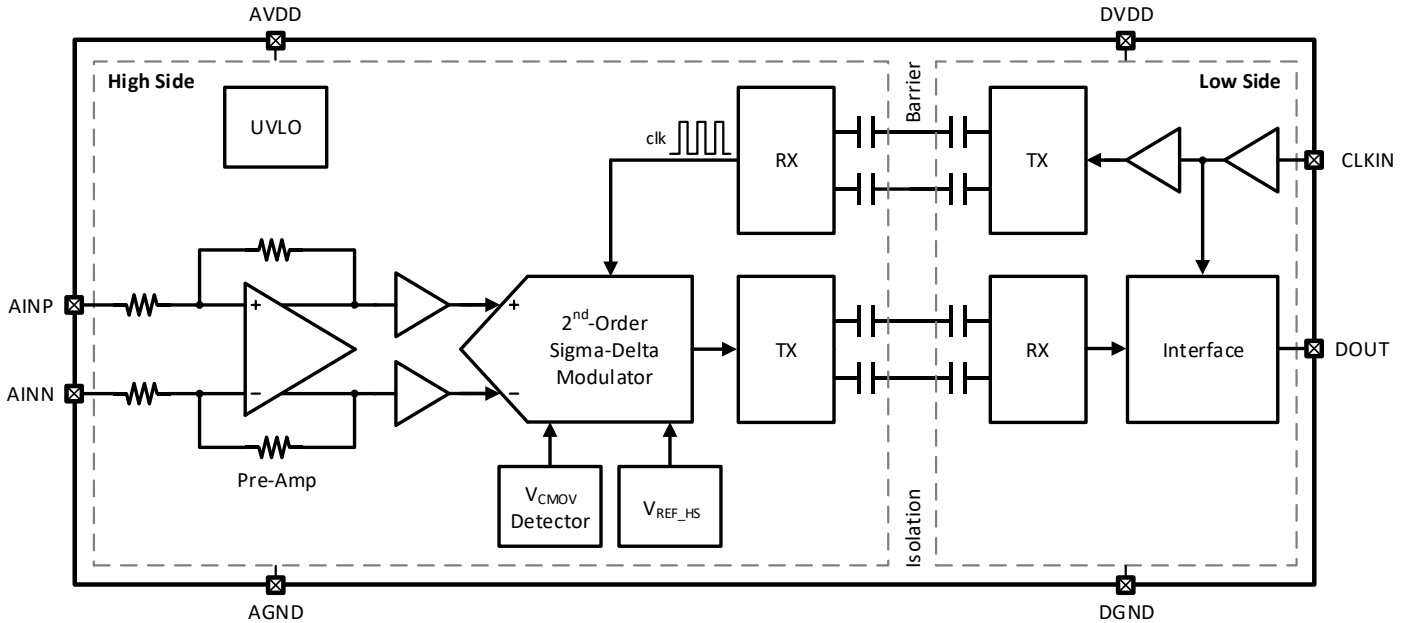

图 8-1 CA-IS1306x 功能框图
CA-IS1306x 器件是一系列为基于分流电阻的电流检测而优化的高精度隔离式 Sigma-Delta ($\Sigma\Delta$) 调制器。功能框图如图 8-1 所示。在高边，全差分运放先对分流电阻上的压降预放大然后驱动二阶 Sigma-Delta ($\Sigma\Delta$) 调制器。该调制器将模拟信号转换成 1 位的数字位流。为了在基于二氧化硅的隔离层的信号传输，数字位流通过使用简单的开关键控 (OOK) 调制方案和高频载波进一步调制。接收机 (RX) 在低边将接收到的调制信号恢复成原始的数字位流。为了整个芯片的同步，外部时钟被发送回高边，确保所有的时钟同源。输出位流与外部时钟在 CLKIN 引脚处同步。在额定输入范围内，串行位流中 1 的密度和模拟输入电压幅度成正比 (详见数字输出和编码小节)。外部时钟输入有助于在系统层面的多通道电流检测的同步。